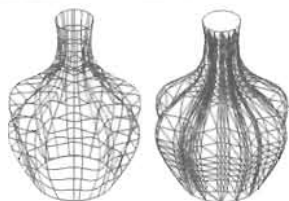

图 14-79
(4) 执行“绘图>建模>放样”菜单命令, 绘制如图 14-79 所示的图形, 命令执行过程如下。